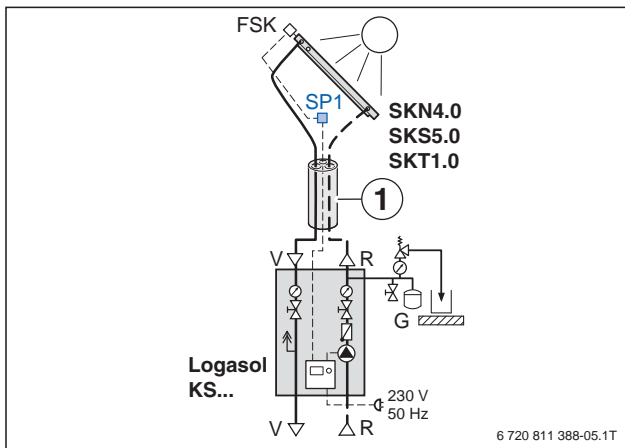

Bild 118 Überspannungsschutz für die Regelung (Installationsbeispiel)
- Anschlussdose im Bereich der Kabellänge des Kollektortemperaturfühlers FSK vorsehen (→ Bild 118).